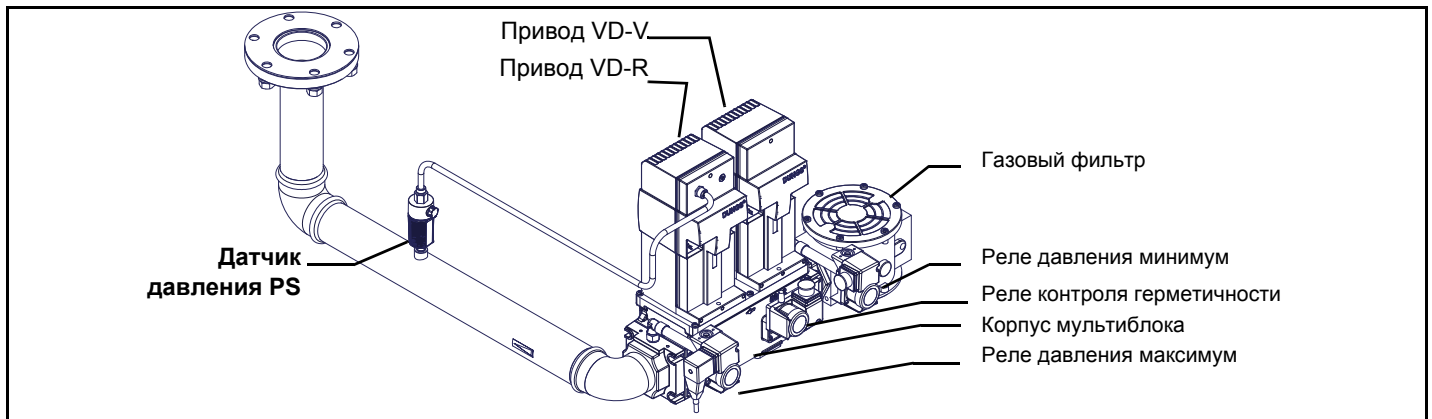

Рис. 5 - Пример газовой рампы
ВНИМАНИЕ: после монтажа газовой раампы согласно схеме на Рис. 5, необходимо провести тестирование на герметичность газового контура, согласно требований действующих нормативов.
- 1 - б) при фланцевых соединениях: между соседними компонентами устанавливать прокладку (1A..1E - Рис. 5), совместимую с используемым газом,
ВНИМАНИЕ: после монтажа газовой рампы согласно схеме на Рис. 5, необходимо провести тестирование на герметичность газового контура, согласно требований действующих нормативов.